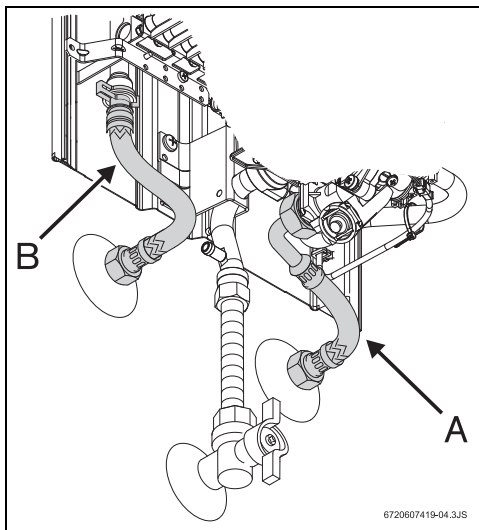

Fig. 12 Collegamento acqua
- ▶ Individuare le tubazioni di acqua calda (Fig. 12, pos. B) e fredda (Fig 12, pos. A) dell'impianto onde evitare eventuali inversioni di collegamento.